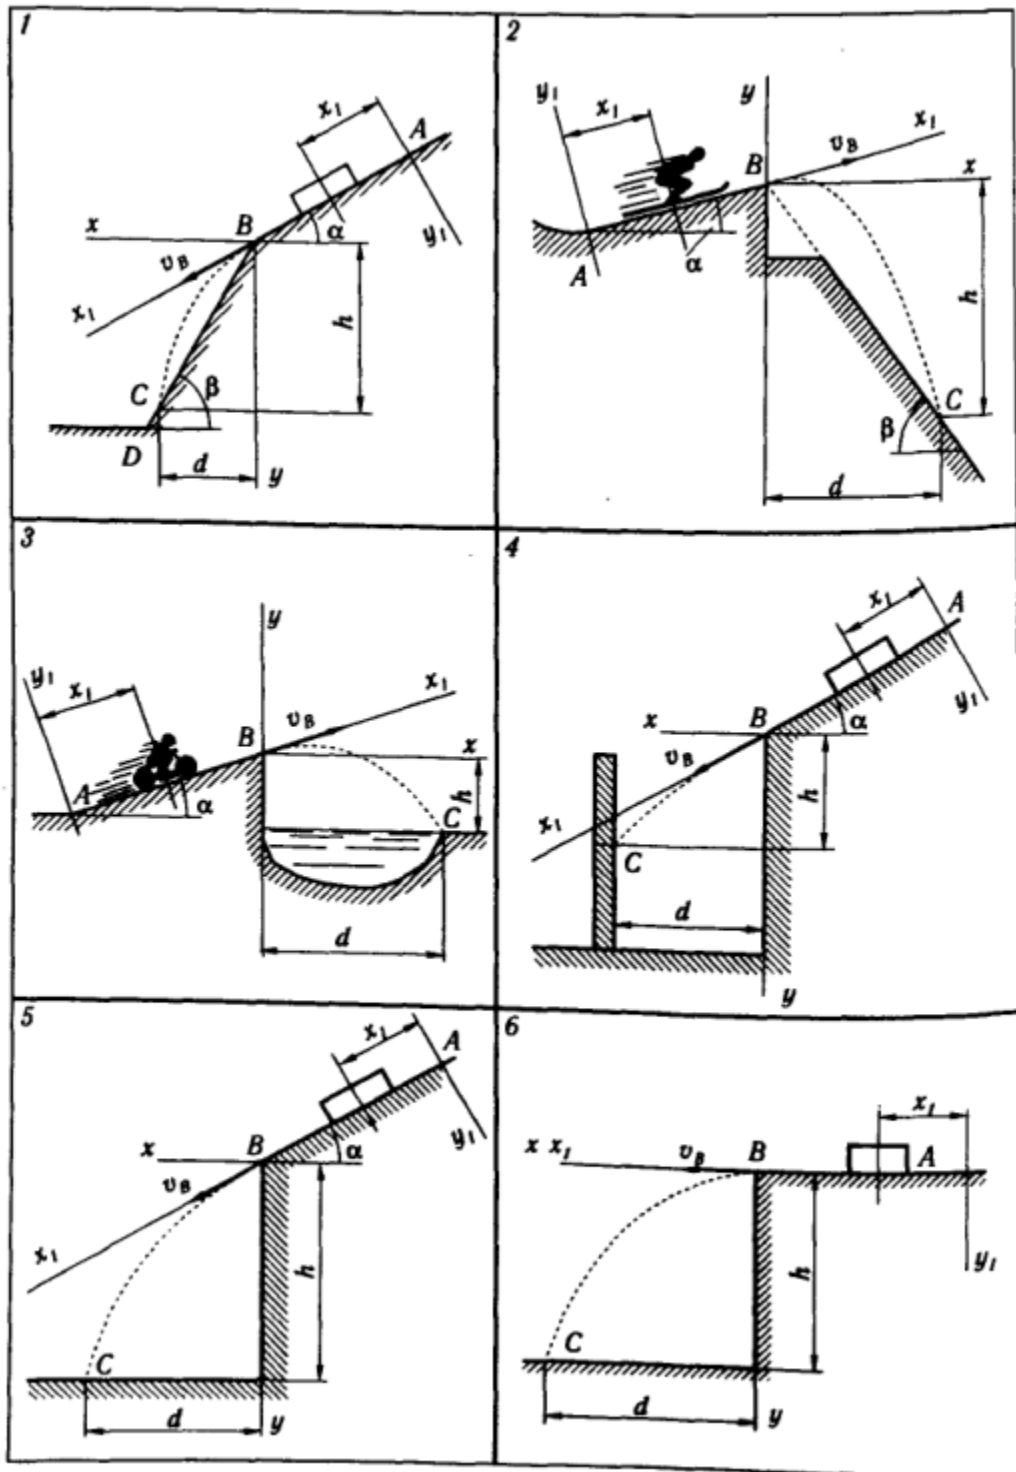

Рис.117
**Варианты 1—5 (рис. 117, схема 1).** Тело движется из точки  $A$  по участку  $AB$  (длиной  $l$ ) наклонной плоскости, составляющей угол  $\alpha$  с горизонтом, в течение  $\tau$  с. Его начальная скорость  $v_A$ . Коэффициент трения скольжения тела по плоскости равен  $f$ .
**Варианты 6—10 (рис. 117, схема 2).** Лыжник подходит к точке  $A$  участка трамплина  $AB$ , наклоненного под углом  $\alpha$  к горизонту и имеющего длину  $l$ , со скоростью  $v_A$ . Коэффициент трения скольжения лыж на участке  $AB$  равен  $f$ . Лыжник от  $A$  до  $B$  движется  $\tau$  с; в точке  $B$  со скоростью  $v_B$  он покидает трамплин. Через  $T$  с лыжник приземляется со скоростью  $v_C$  в точке  $C$  горы, составляющей угол  $\beta$  с горизонтом.
**Варианты 11—15 (рис. 117, схема 3).** Имея в точке  $A$  скорость  $v_A$ , мотоцикл поднимается  $\tau$  с по участку  $AB$  длиной  $l$ , составляющему с горизонтом угол  $\alpha$ . При постоянной на всем участке  $AB$  движущей силе  $P$  мотоцикл в точке  $B$  приобретает скорость  $v_B$  и перелетает через ров шириной  $d$ , находясь в воздухе  $T$  с и приземляясь в точке  $C$  со скоростью  $v_C$ . Масса мотоцикла с мотоциклистом равна  $m$ .
**Варианты 16—20 (рис. 117, схема 4).** Камень скользит в течение  $\tau$  с по участку  $AB$  откоса, составляющему угол  $\alpha$  с горизонтом и имеющему длину  $l$ . Его начальная скорость  $v_A$ . Коэффициент трения скольжения камня по откосу равен  $f$ . Имея в точке  $B$  скорость  $v_B$ , камень через  $T$  с ударяется в точке  $C$  о вертикальную защитную стену. При решении задачи принять камень за материальную точку; сопротивление воздуха не учитывать.
- Варианты 21—25 (рис. 117, схема 5). Тело движется из точки  $A$  по участку  $AB$  (длиной  $l$ ) наклонной плоскости, составляющей угол  $\alpha$  с горизонтом. Его начальная скорость  $v_A$ . Коэффициент трения скольжения равен  $f$ . Через  $\tau$  с тело в точке  $B$  со скоростью  $v_B$  покидает наклонную плоскость и падает на горизонтальную плоскость в точку  $C$  со скоростью  $v_C$ ; при этом оно находится в воздухе  $T$  с. При решении задачи принять тело за материальную точку и не учитывать сопротивление воздуха.
- Варианты 26—30 (рис. 117, схема 6). Имея в точке  $A$  скорость  $v_A$ , тело движется по горизонтальному участку  $AB$  длиной  $l$  в течение  $\tau$  с. Коэффициент трения скольжения тела по плоскости равен  $f$ . Со скоростью  $v_B$  тело в точке  $B$  покидает плоскость и попадает в точку  $C$  со скоростью  $v_C$ , находясь в воздухе  $T$  с. При решении задачи принять тело за материальную точку; сопротивление воздуха не учитывать.